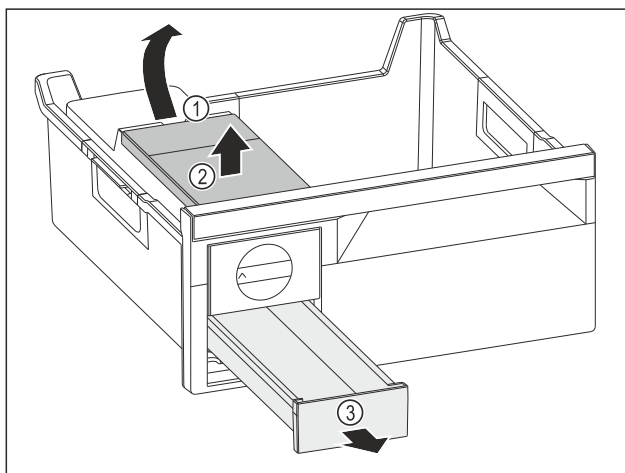

Fig. 130
- Vađenje spremnika za vodu: Podignite spremnik za vodu na otvoru Fig. 130 (1).
- Izvadite spremnik za vodu Fig. 130 (2) prema gore.
- Izvadite ladicu Fig. 130 (3) prema naprijed.